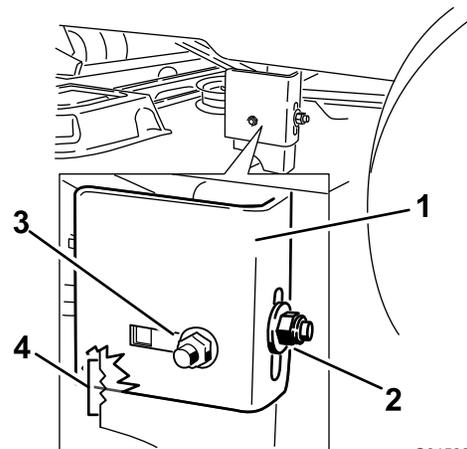
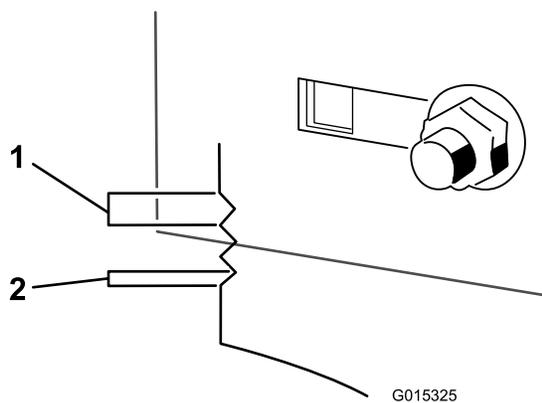

Figura 60
Figura 61
- Afloje la tuerca de bloqueo trasera de la pletina de suspensión (Figura 60).
- Afloje la tuerca de bloqueo lateral de la pletina de suspensión lo suficiente para permitir ajustar la barra (Figura 60). Utilice las muescas del soporte soldado para medir la cantidad de ajuste. Cada muesca completa equivale a 6 mm y un solo lado equivale a 3,2 mm (Figura 61). Ajuste la carcasa de corte a la altura deseada.
10. Cuando la carcasa esté en la posición deseada, apriete la tuerca de bloqueo lateral de la pletina de suspensión para fijar la posición nueva (Figura 60). Apriete la tuerca de bloqueo trasera de la pletina de suspensión.